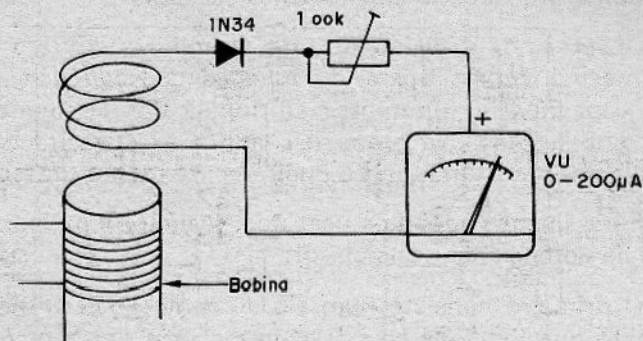

FIGURA 8
O segundo consiste em se usar um microamperímetro (VU) de 200 μ A ou o multímetro na escala mais baixa de correntes, com um diodo detector, conforme mostra a **figura 8**.